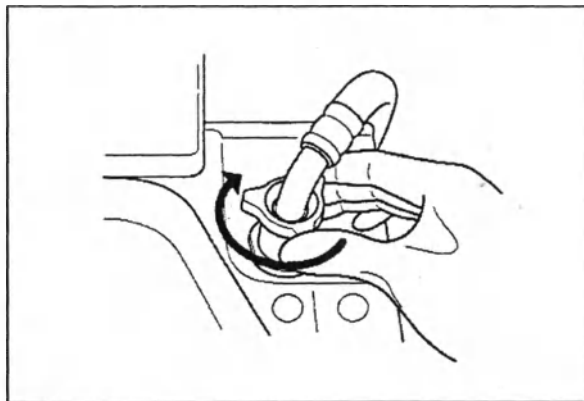

Рис. 3.9
8. Соединительное кольцо на другом конце шланга для подачи воды, предназначенном для присоединения, совместите с коннектором для присоединения шланга на моечной ванне таким образом, чтобы шланг не препятствовал открытию крышки, и поверните соединительное кольцо по часовой стрелке для его затягивания (см. рис. 3.9).